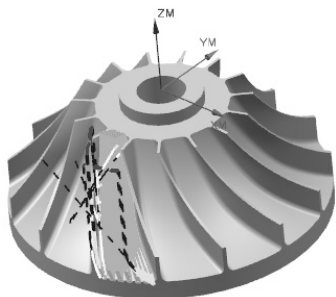

图 5.5.9 刀路轨迹
Step1. 在“可变流线铣”对话框中单击“生成”按钮 , 在图形区中生成如图 5.5.9